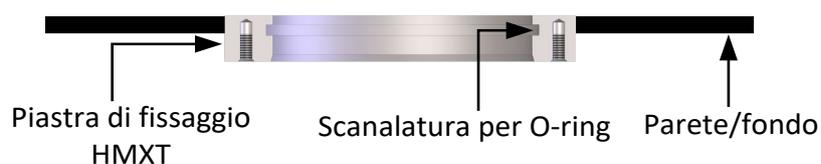

Figura 14: Piastra di fissaggio montata a filo
1. Dopo aver saldato la piastra di fissaggio in sede, verificare che sia a filo con la superficie interna (Figura 14).